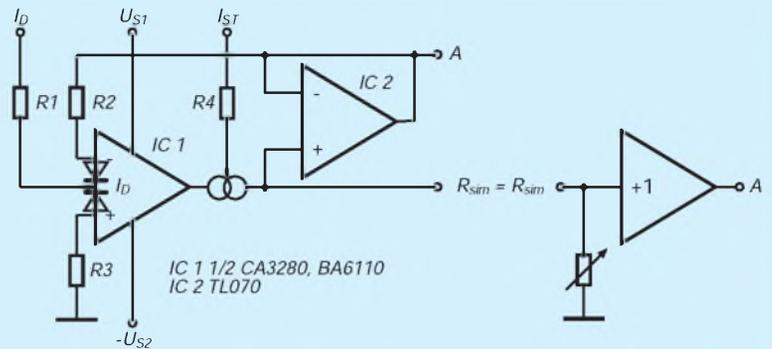

Bild 3: Simulation eines Widerstandes
Der Aufbau elektrisch steuerbarer Analogfilter ist möglich, weil man mit einem OTA einen Widerstand simulieren kann. Das Bild 3 zeigt die praktische Schaltung. Benennt man die Ausgangsspannung des OTA IC1 bzw. des Folgers IC2 mit  $U_a$ , so erhält man für den Differenzeingangsstrom  $I_e$  hier:
Für den Strom  $I_a$  des OTA IC1 im Bild 3 folgt deshalb analog zu (2):